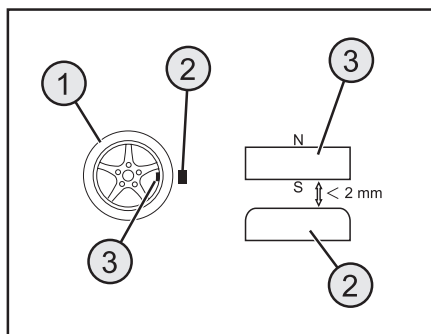

Figura 7a
Per installare il sensore di velocità è necessario fissare un magnete (figura 7a, pos. 3) sulla parte rotante (ad esempio un cerchione – figura 7a, pos. 1) in modo che il sensore di velocità (figura 7a, pos. 2) possa scorrere a una distanza inferiore/pari a 2 mm.